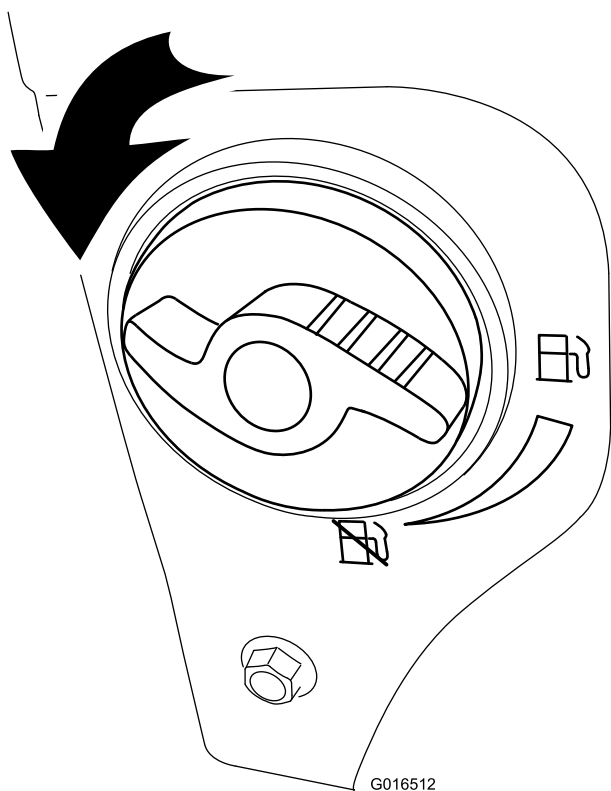

Figura 24
2. Ruotate la valvola di intercettazione del carburante di 1/4 di giro in senso antiorario per aprirla (Figura 24).